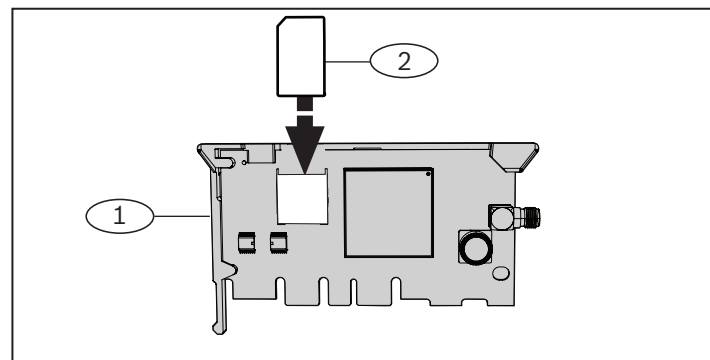

Figura 2.1: Inserción de la tarjeta SIM
2. Deslice la tarjeta SIM en el soporte para tarjetas SIM del módulo para introducirla en el mismo, asegurándose de que el lado del contacto de color oro de la tarjeta SIM se encuentra contra el módulo. Consulte la *Figura 2.1*.